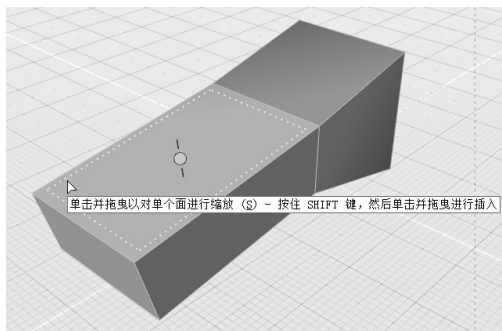

图 6-21 直接对面进行缩放
7) 当鼠标光标悬停至某个面上的虚线时, 将出现提示“单击并拖曳以对单个面进行缩放- 按住〈Shift〉键, 然后单击并拖曳进行插入”。按照提示, 可直接对单个面进行缩放, 如图 6-21 所示。